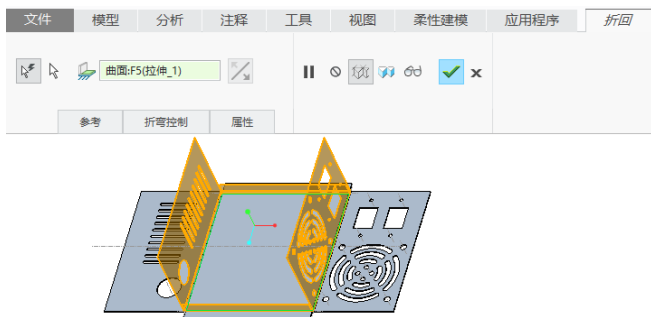
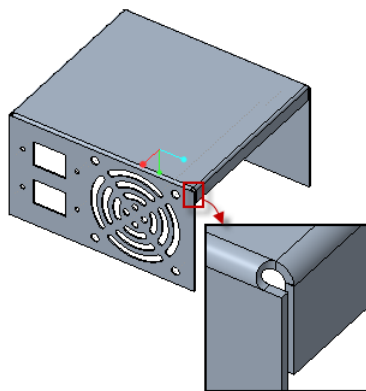

图 6-90 “折回”选项卡
图 6-91 折弯回去的效果
(1) 在功能区“模型”选项卡的“折弯”组中单击 (折回) 按钮，打开“折回”选项卡。
(2) 此时自动选择所有展平几何进行折回，并采用默认的固定几何参考，如图 6-90 所示，单击“折回”选项卡中的 (完成) 按钮，折弯回去的效果如图 6-91 所示 (图中调整了视角以便于观察折弯拐角处的结构)。